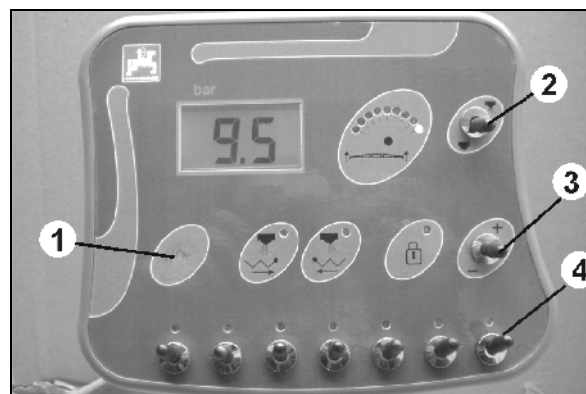

Fig. 2
3.  Koppla till **AMASET⁺** (Fig. 2/1).
6.  (Fig. 2/3) Tryck på **+** / **-** tills spruttrycket visar 4 bar.
- o Stäng en delbredd med delbreddsreglaget (Fig. 2/4). Det inställda spruttrycket ändras på spruttrycksindikeringen.